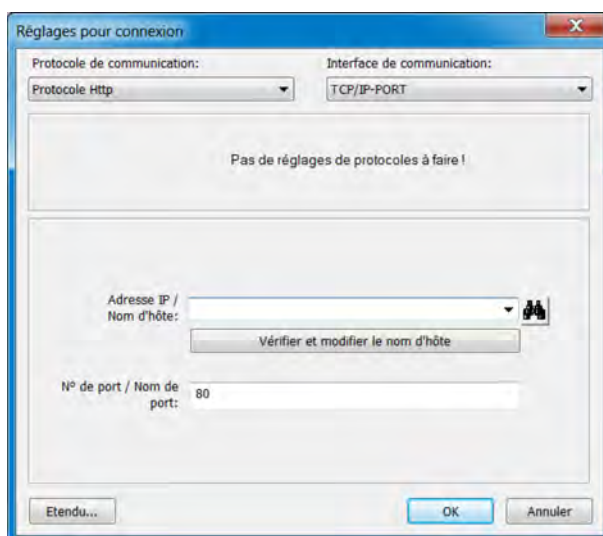

Fig. 116 : Paramètres d'établissement de la communication
3. ➤ Appliquez les paramètres au procès-verbal et à l'interface et cliquez sur OK. Le cas échéant, cliquez d'abord sur le bouton « Avancé... » pour configurer les paramètres de communication avancés. (Voir Fig. 116 .)